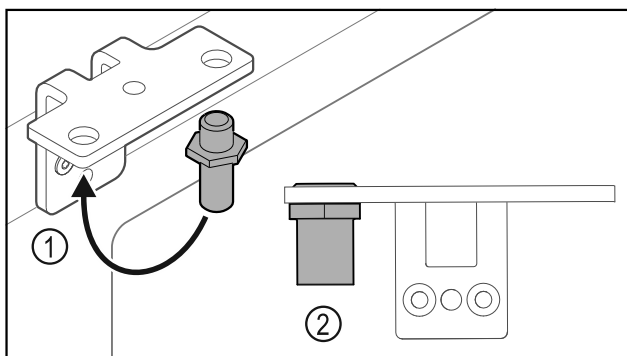

Fig. 31
- ▶ Prestavite sornik v kotniku tečajev vrat Fig. 31 (1).
- ▶ Sornike Fig. 31 (2) zategnite z **zateznim momentom 12 Nm**.